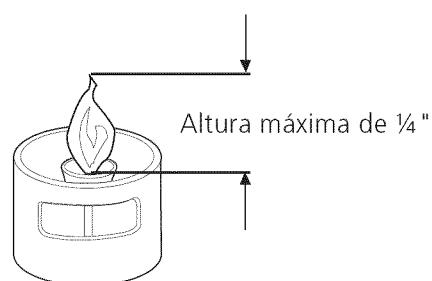

Figura 14
5. Ajuste el piloto a aproximadamente una llama de  $\frac{1}{8}$ " –  $\frac{1}{4}$ " (vea figura 14) de manera a que una pequeña coloración amarilla aparezca en la parte alta de la llama del piloto.